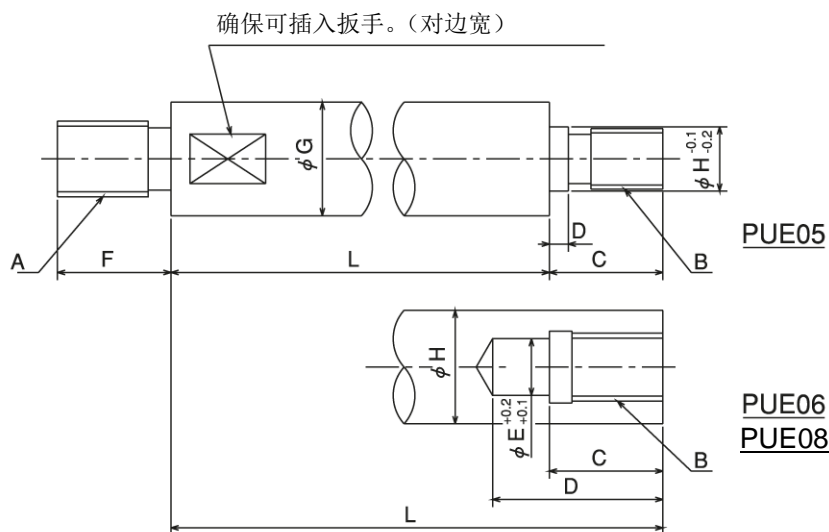

图 12
- 拉杆应按照图 12 的尺寸 H，并使用拉伸强度为 380MPa(38kgf/mm²)以上的材质。